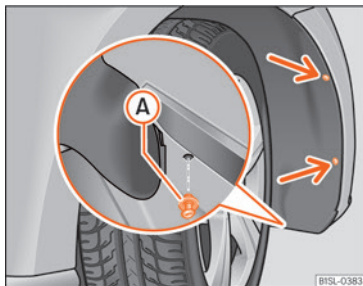

Fig. 50 Hjulskassebælg forrest i højre side: adgang til pære
- Skru to skruer til hjulskassebælgningen » » **Fig. 50** (pile) ud med skruetrækkeren fra bilens værktøj » » Side 36.
- Sæt låseclipsen ind i hjulskassebælgningen og stødfangeren, og tryk den helt i » » **Fig. 50** **(A)**.
- Skru de to skruer » » **Fig. 50** (pile) fast med skruetrækkeren.